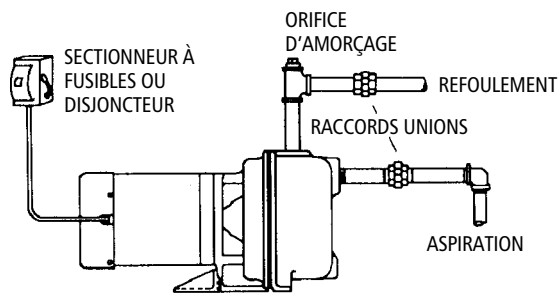

Figure 1
- Il faut poser un raccord union étanche sur le tuyau d'aspiration, près de la pompe (V. Figure 1).
- Poser un raccord en T au-dessus de l'orifice de refoulement de manière à ce que l'une des deux branches du té soit orientée vers la haut. Elle servira au premier amorçage de la pompe. (V. Figure 1).
- Amorcer la pompe en la remplissant d'eau propre par l'orifice supérieur du té (V. Figure 1).